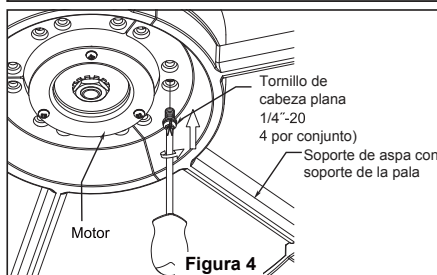

Figura 4
4. Asegure el soporte de la pala con la sujeción de la pala en el motor usando los tornillos 1/4"-20. La base de la sujeción de la pala necesita alinearse con el orificio entre los orificios con rosca 1/4"-20 ubicado en la parte inferior del motor. (Figura 4)